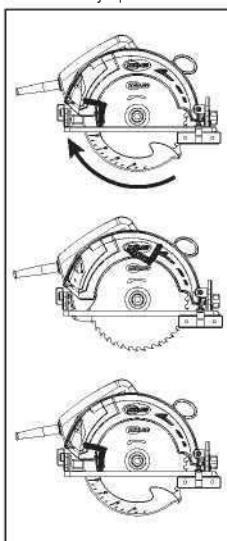

Рис. 1
(1) Перемещение защитной крышки с помощью возвратной пружины (рис. 1). Перемещаемая защитная крышка предотвращает касание тела человека ножом пилы. Убедитесь, что крышка правильно перемещается, закрывая лезвие резака пилы. Если защитная крышка не сдвигается нужным образом, позвоните нашему сервисному агенту или в службу обслуживания в главном офисе компании.